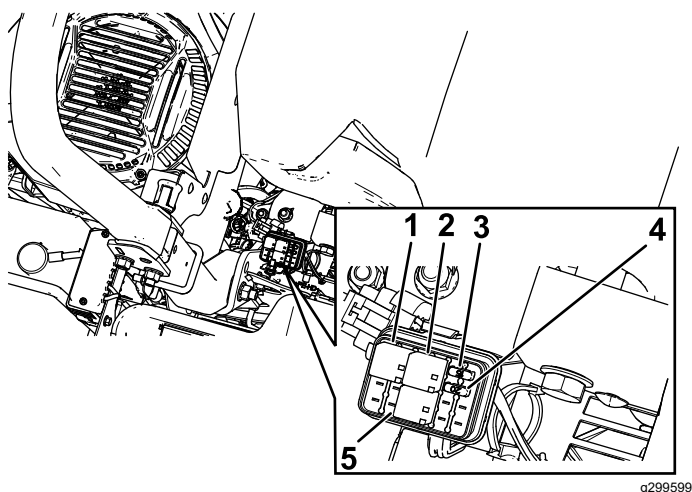

Figure 54
2. Remplacez le fusible (Figure 54).